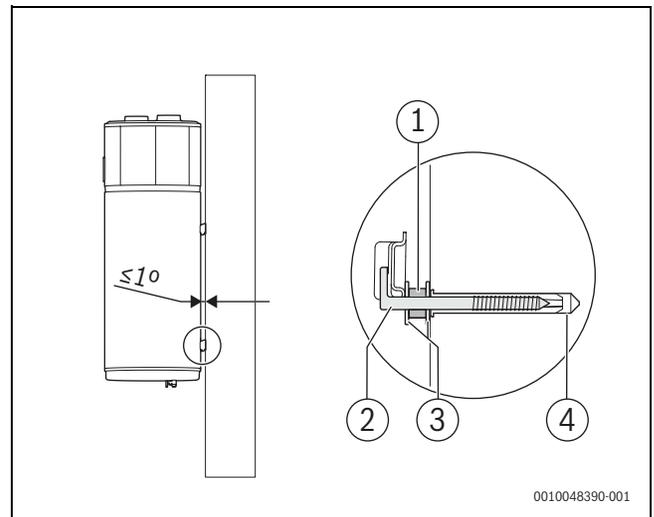

Fig. 18
- ▶ Respetar una distancia mínima de 220 mm al techo y de 450 mm al suelo (→fig. 18, página 13) para facilitar el servicio.
El aparato deberá estar nivelado en la vertical o presentar una ligera inclinación hacia atrás, no superior a 1°. Para regularlo, observar (fig. 18):